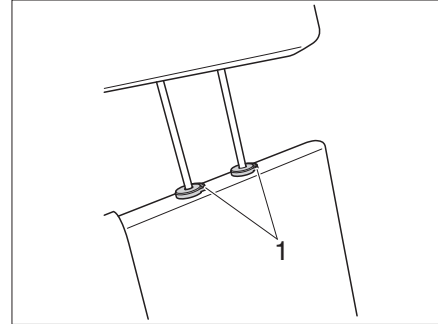

Bild 24 Kopfstütze Sitzbank (Variante 2)
- Beide Sicherungstasten (Bild 24,1) drücken und Kopfstütze verstellen bzw. abnehmen.